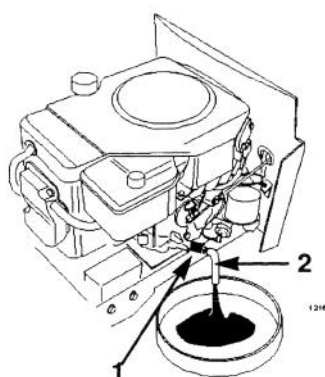

Figure 18
5. Introduire la jauge d'huile dans le tube de remplissage sans la visser (Fig. 18). Sortir la jauge et examiner l'extrémité. Si le niveau est bas, verser doucement suffisamment d'huile dans le tube de remplissage pour atteindre la marque FULL (PLEIN).
5. Placer un récipient sous le bouchon de vidange et ouvrir ce dernier en le dévissant d' $1/8$ de tour dans le sens contraire des aiguilles d'une montre et en le retirant (Fig. 18).